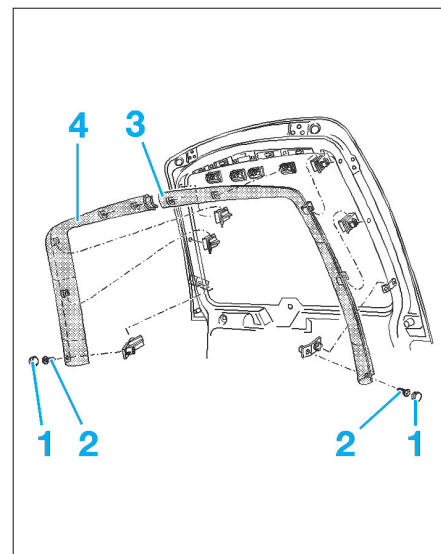

Fig. 32
- Poser ces derniers sur la partie arrière de la garniture de pavillon (19).
- Déposer les capuchons (1) (Fig.32).